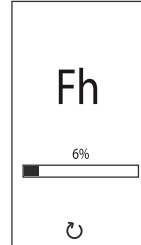

fig. 9 - Purga de aire con ventilador apagado
- En los próximos 280 segundos, continúa el ciclo de purga de aire con el ventilador apagado (fig. 9 - Purga de aire con ventilador apagado).